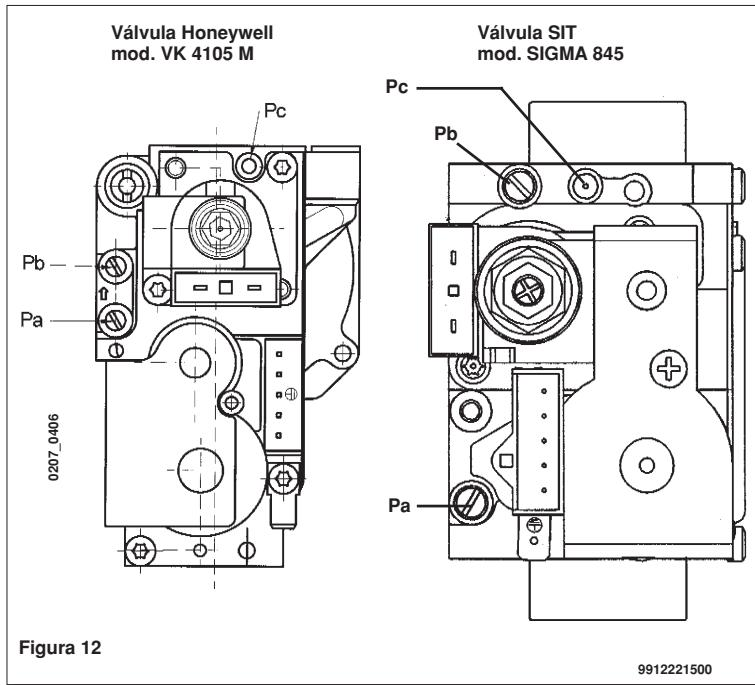

Figura 12
As modalidades de ajuste do regulador de pressão são levemente diferentes conforme o tipo de válvula do gás utilizada (HONEYWELL ou SIT, ver figura 12).
- ligar a tomada de pressão positiva de um manómetro diferencial, possivelmente de água, à tomada de pressão (Pb) da válvula do gás (figura 12). Ligar, somente para os modelos a compartimento estanque, a tomada negativa do mesmo manómetro a um especial "T" que permita ligar a tomada de compensação da caldeira, a tomada de compensação da válvula do gás (Pc) e o próprio manómetro. (Uma medição igual pode ser efectuada ligando o manómetro à tomada de pressão (Pb) e sem o painel frontal do compartimento estanque);
- verificar que a pressão dinâmica de alimentação da caldeira, medida na tomada de pressão (Pa) da válvula do gás (figura 12), seja a correcta (30 mbar para el gas butano, 37 mbar para el gas propano o 20 mbar para el gas natural);